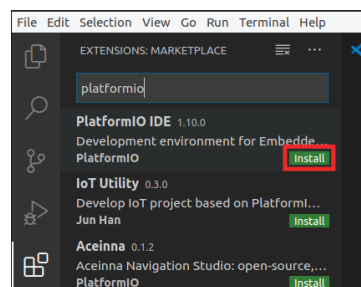

Figura 3. Extensión del IDE de PlatformIO
- d. Escriba *PlatformIO* en el cuadro de búsqueda e instale el *IDE* PlatformIO haciendo clic en el botón de instalación que está a su lado (ver Figura 3).